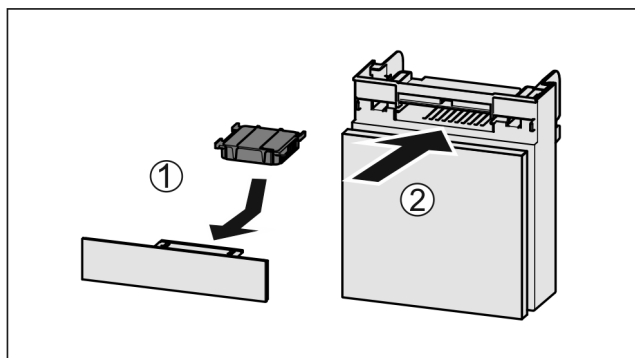

Fig. 169
- ▶ Filtr s aktivním uhlím vložte podle vyobrazení Fig. 169 (1).
- ▶ Zásuvku zasuňte Fig. 169 (2).